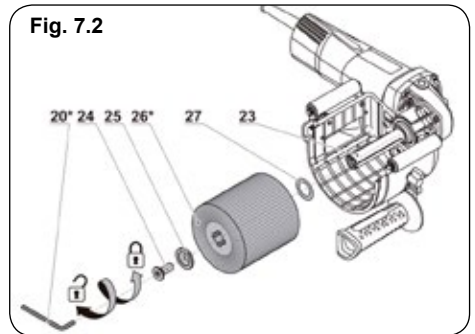

Fig. 7.2
4. Coloque el cepillo 26, arandela 25 y coloque el tornillo 24 apretándolo con una llave Allen que se suministra con la máquina (Fig. 7.2)